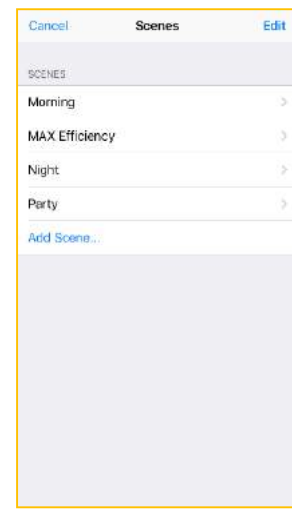

Figure 58
10.13.5. Edit the required scenario according to para. 10.10.3.-10.10.5. (Fig. 58).